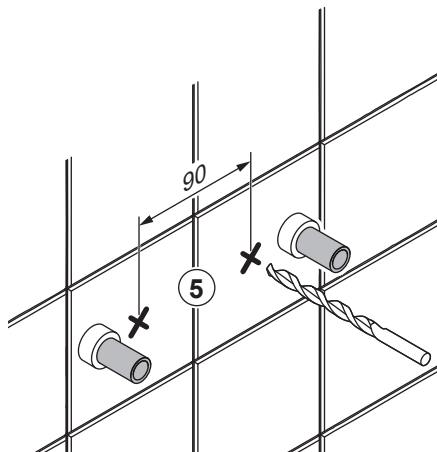

Fig. 1
5. Skruvfästningar i plats för bad eller dusch ska göras i betong eller annan massiv konstruktion, träreglar, träkortlingar eller i konstruktion som är provad och godkänd för infästning. Alla infästningar med skruv genom tätskikt ska tätas, se "Fig. 1" eller "Fig. 2". Material för tätning ska fästa mot underlaget och vara vattenbeständigt, mögelresistent och åldersbeständigt.
5. The screw mountings where the bath or shower will be installed should be of a sturdy design, for instance made of concrete, wooden studs, wooden nogging pieces or a design that has been tested and approved for mounting. If mountings are fitted with screws through the moisture barrier, the holes must be sealed. See "Fig. 1" or "Fig. 2". The sealant material must attach firmly to the underlying surface and be water-resistant, mould-resistant and non-ageing.
5. Skruinnfestinger på steder for bad eller dusj skal gjøres i betong eller annen massiv konstruksjon, trebjelker, trestendere eller i konstruksjon som er testet og godkjent for innfesting. Alle innfestinger med skru gjennom tettesjikt skal tettes, se "Fig. 1" eller "Fig. 2". Materialet for tetting skal feste mot underlaget og være vannbestandig, muggresistent og aldersbestandig